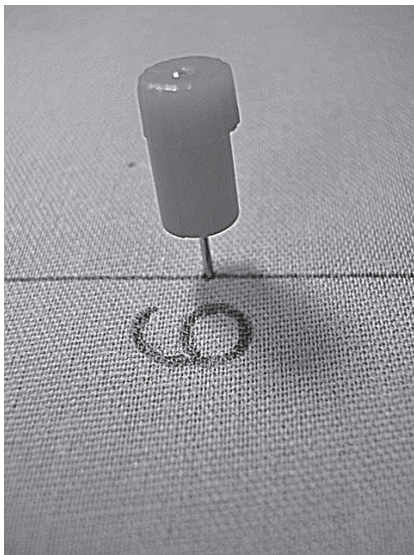
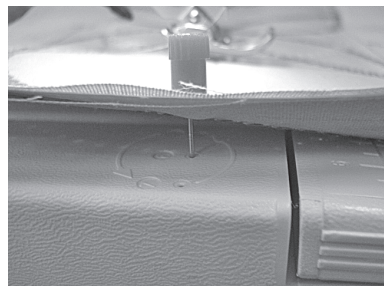

Fig. 4
Fig. 5
2. Insérer l'épingle fournie (la Figure: 4) dans 5, 6 ou 7cm trou et la passer a travers votre tissu (la Figure: 5).